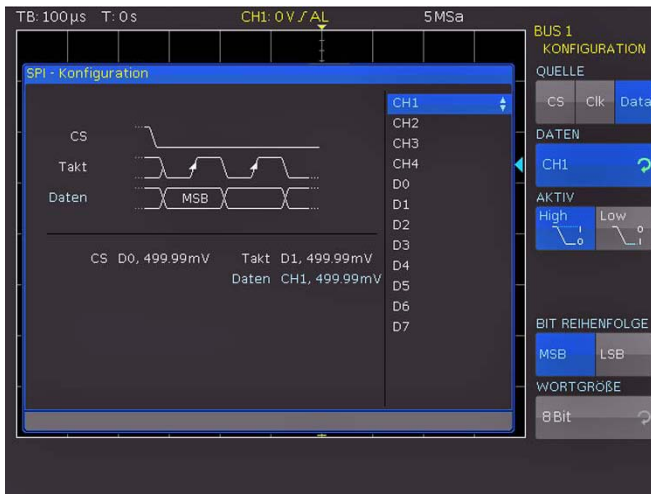

Abb. 13.13: Menü zum definieren eines SPI Busses
Mit der obersten Softmenütaste **QUELLE** wird der jeweilige Kanal für Chip-Select (CS), Takt (Clk) und Daten ausgewählt. Die jeweilige Softmenütaste **CS**, **CLK** oder **Daten** wird ausgewählt (Taste blau hinterlegt) und danach mittels der Softmenütaste **DATEN** und dem Universaldrehgeber der entsprechende Quellkanal ausgewählt. Im Falle des 2-Draht SPI wählt man hier anstelle der Chip-Select-Quelle die mögliche TOTZEIT. Innerhalb der Totzeit sind Daten und Taktleitung auf Low. Wird die Totzeit erreicht, beginnt ein neuer Frame. Sind die zeitlichen Abstände der Datenpakete zueinander kürzer als die Totzeit, so gehören diese zum gleichen Frame. Die Totzeit kann entweder mit dem Universaldrehgeber oder mittels numerischen Eingabe erfolgen. Zur Kontrolle ist ein kleines Fenster mit den Information zu den aktuellen Einstellungen geöffnet (siehe Abb. 13.13).